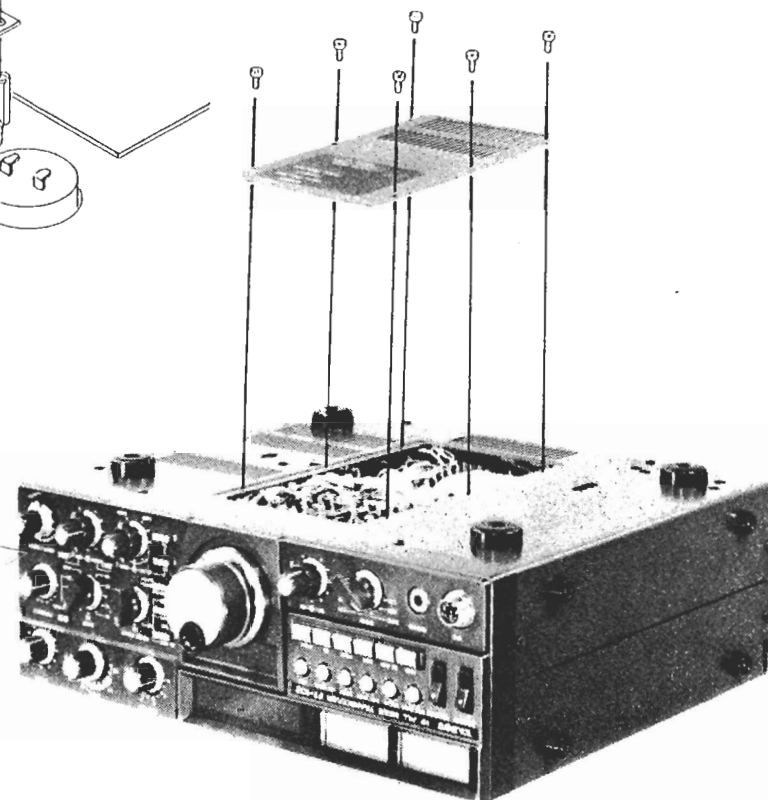

Figura 1
1. Coloque el FT-102 sobre una superficie de trabajo con la parte inferior vuelta hacia arriba y remueva los seis tornillos y el sub panel como lo muestra la Figura 1.